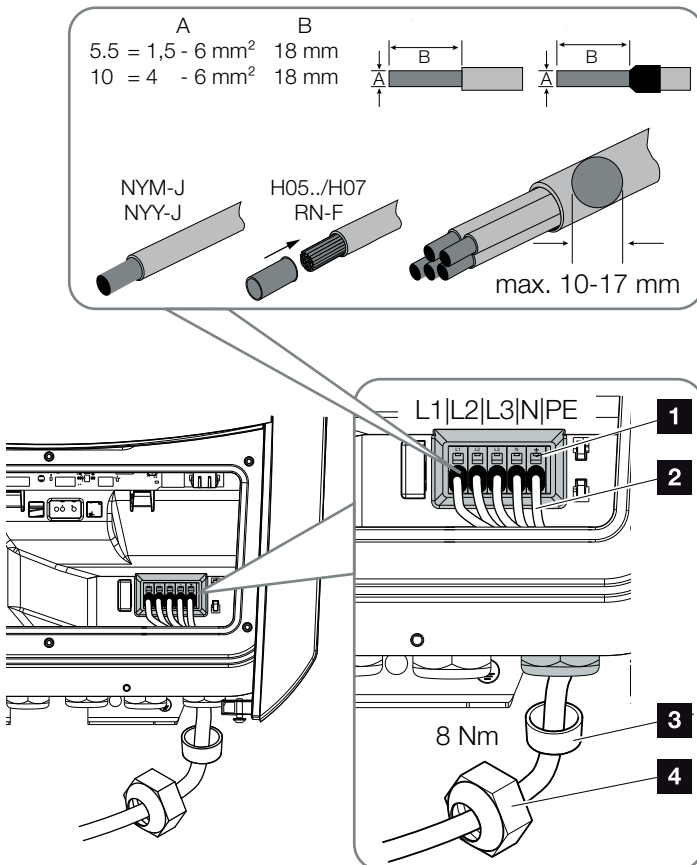

Fig. 21: Tilslutning af nettiledningen ved lagervekselstrømsomformeren
9. Tilslut nettledningens årer til AC-klemmen iht. påskriften. **!** **🔧** Fig. 21, pos. 1